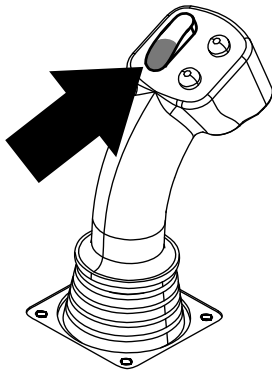

Рисунок 8
- Удерживайте нижнюю часть перекидного переключателя (Рисунок 8) до тех пор, пока подъемник не будет опущен, кулачковый механизм не повернется в направлении рабочей станции оператора и рычаги не будут полностью выдвинуты (Рисунок 9).